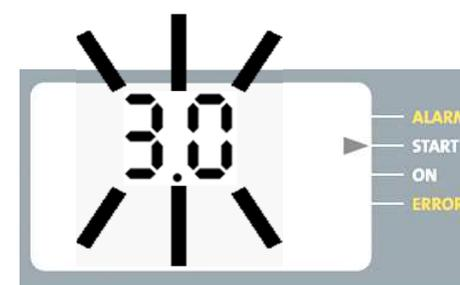

Abb. 19: Testmodus gestartet
2. Taste für mindestens 5 Sekunden drücken und wieder loslassen → Der Pfeil bei Start leuchtet nun dauernd. Und die Anzeige für den aktuellen Differenzdruckwert blinkt (Testmodus wurde gestartet Abb. 19).